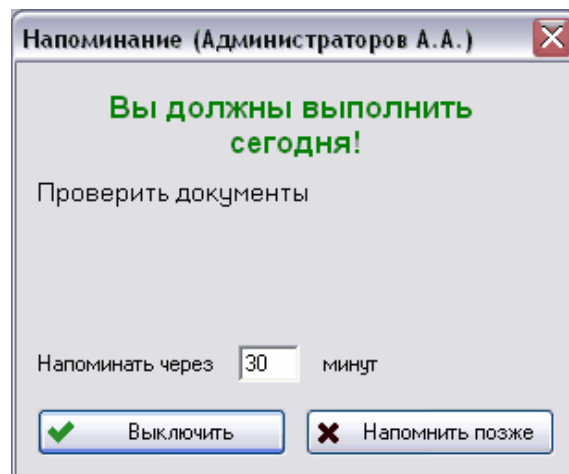

Рис. 298
- После этого напоминание будет отправлено адресату. При наступлении времени начала напоминания модуль отобразит его (Рис. 298).